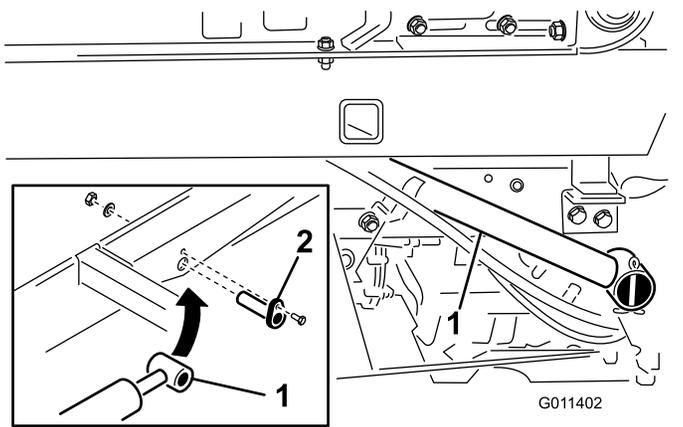

Рисунок 11
1. С помощью штифта цилиндра прикрепите конец штока каждого гидроцилиндра подъема к основанию пескователя (Рисунок 11).
2. Закрепите каждый штифт гидроцилиндра на основании пескователя с помощью болта (½ x ¾ дюйма), плоской шайбы и гайки (Рисунок 11).